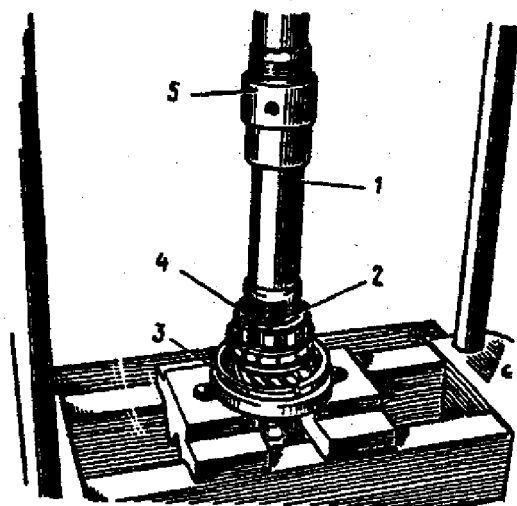

Fig. 3-26. Desmontagem da árvore secundária: 1 - mandril 41.7816-4069; 2 - anel de retenção; 3 - semi-anel de apoio; 4 - arruela elástica; 5 - aríete da prensa.
- b) instalar a árvore secundária com o mandril 41.7816-4069 em uma prensa (fig. 3-26). Posicionar os semi-anéis de apoio 3 sob a engrenagem de 3a. velocidade e, pressionando com o mandril a arruela elástica, remover o anel de retenção 2; remover, a seguir, a arruela elástica 4, o conjunto sincronizador de 3a. e 4a. e a engrenagem da 3a. velocidade.